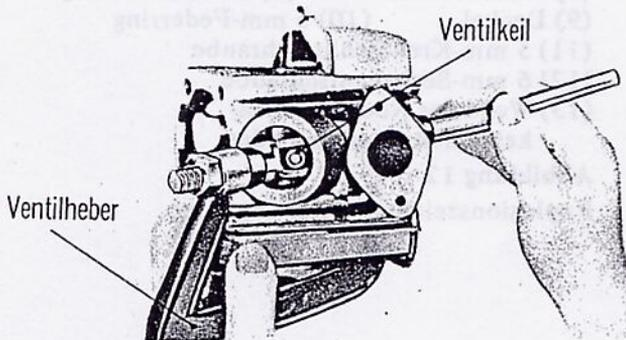

Abbildung 16
10. Das Ventnil mit Hilfe des Ventilhebers ausbauen (Werkzeug Nr. 07031-25001). (Abbildung 16)